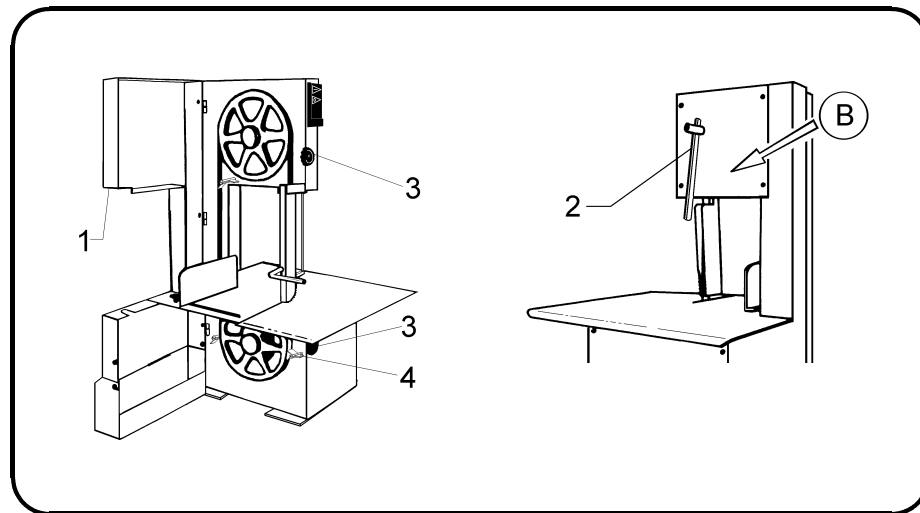

Fig. 7.6.2
- Portare la leva "2" verso il basso, come indicato nella Fig. 7.6.2 dalla freccia "B".